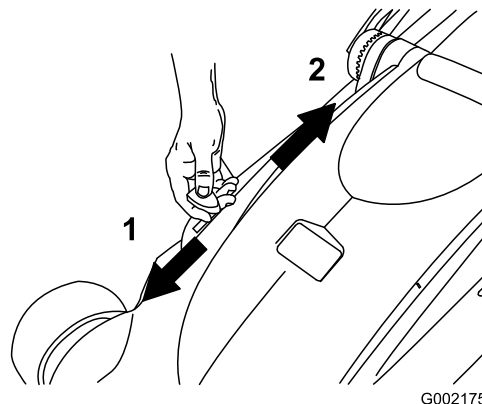

Figura 21
3. Spostate la leva di riciclaggio/raccolta in posizione di raccolta (Figura 21).
Nota: Per commutare dalla raccolta dello sfalcio al riciclaggio, spostate la leva di riciclaggio/raccolta nella posizione di riciclaggio (Figura 21) e togliete il cesto di raccolta.